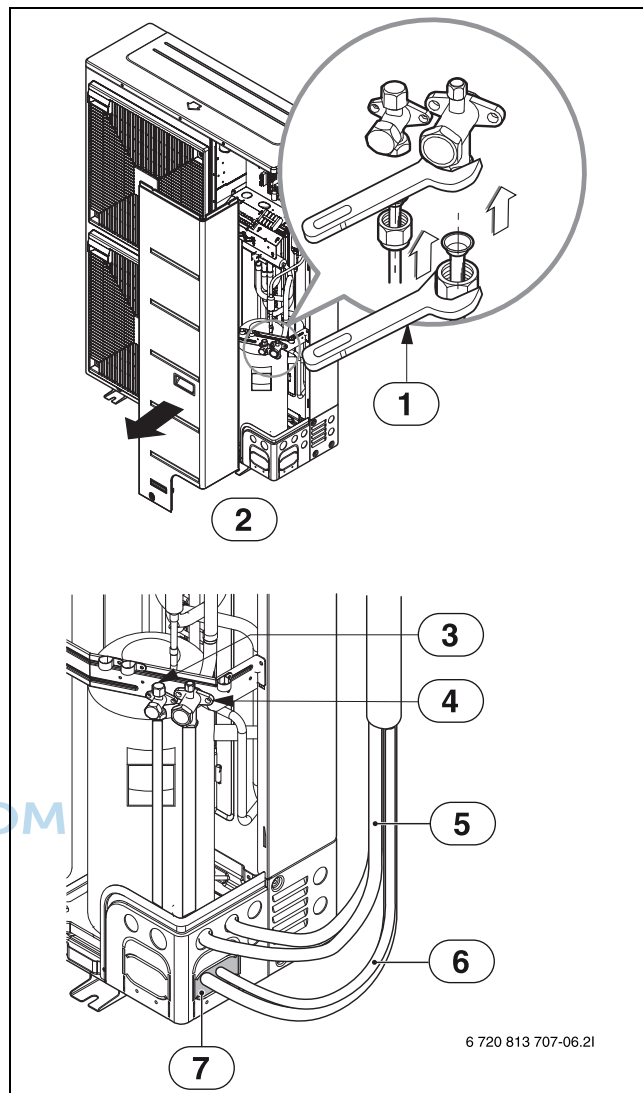

Bild 23
- Rohrdurchführungen mit Kitt oder Isoliermaterial (bauseits zu stellen) abdichten. Dabei alle Öffnungen verschließen (→ Abb. 23).